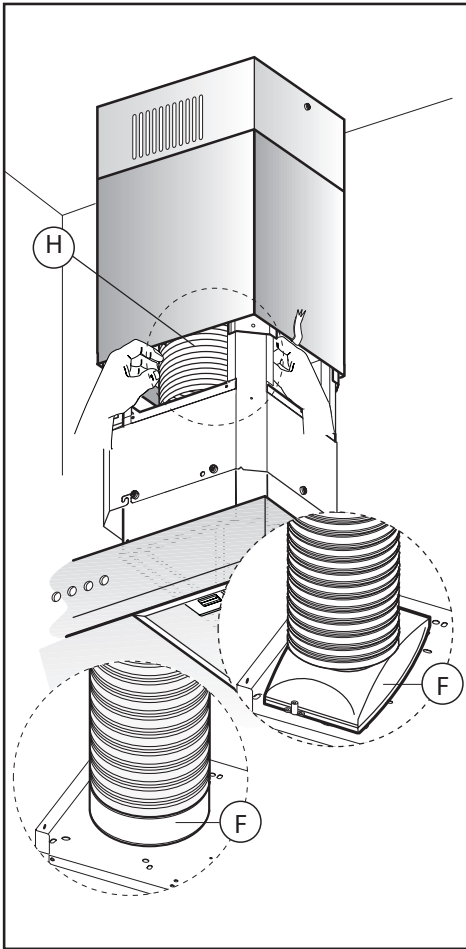

Fig.12
-Fäst slangens **H** (bifogas inte) på kopplingsfogan **F** (Fig.12).